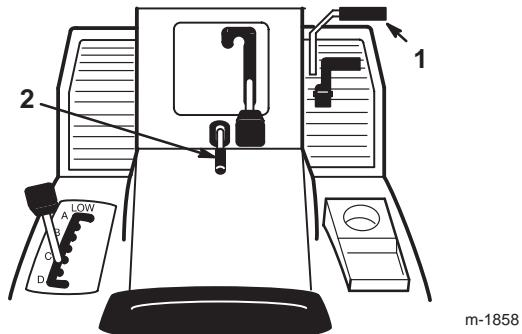

Bild 3
1. Drücken Sie das Bremspedal (Bild 3) durch und halten es in der gedrückten Position.
2. Ziehen Sie den Feststellbremsshebel (Bild 3) hoch und nehmen den Fuß nach und nach vom Bremspedal.
1. Drücken Sie das Bremspedal (Bild 3) herunter.